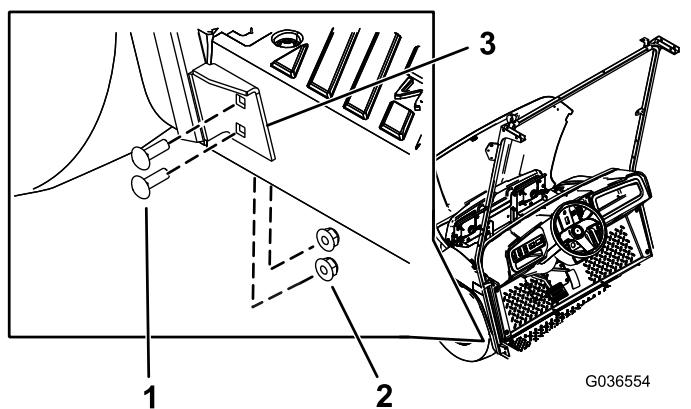

图 32
4. 用 4 个托架螺栓5/16 x 1 英寸和 4 个凸缘螺母5/16 英寸将左、右风挡支撑的下支架固定到您在步骤 1 中钻出的孔内图 32。